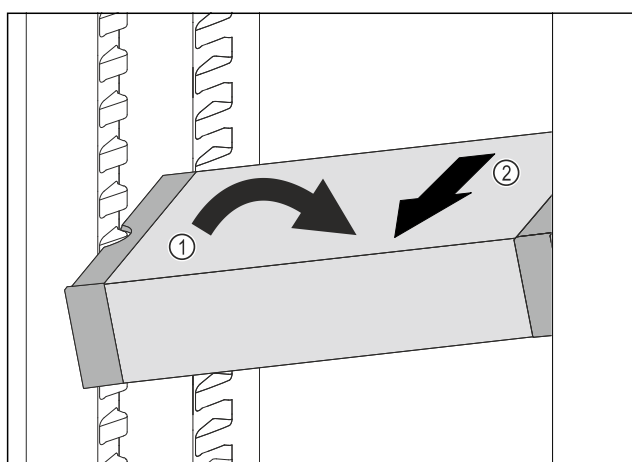

Fig. 171
- Impostare il vano frigorifero di VarioSafe ad angolo. Fig. 171 (1)
- Rimuovere VarioSafe tirando in avanti. Fig. 171 (2)